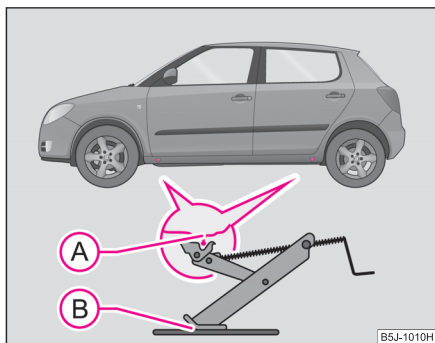

Abb. 160 Radwechsel:
- Wählen Sie zum Ansetzen des Wagenhebers den Aufnahmepunkt - Unterholm, der dem defekten Rad am nächsten liegt ⇒ Abb. 160.
- Setzen Sie den Wagenheber so an, dass die Klaue den senkrechten Steg des Unterholms (A) umfasst und die untere Abstützfläche des Wagenhebers (B) sich mit ihrer ganzen Fläche auf dem festen Untergrund befindet.